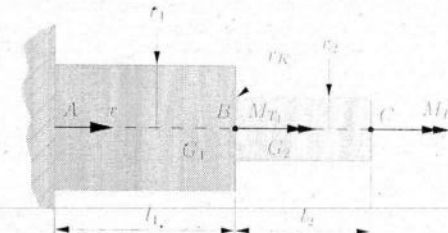

Abbildung 2.1: Einseitig eingespannte, abgesetzte Welle mit Torsionsmomenten
Die in Abb. 2.1 dargestellte Welle ist einseitig eingespannt und abgesetzt. Sie wird mit den Torsionsmomenten M_{T1} und M_{T2} belastet ($M_{T1} > 0, M_{T2} < 0$). Die Radien und Längen der beiden Abschnitte sind r_1 und r_2 bzw. l_1 und l_2 . Die Welle besteht aus Werkstoffen mit den Schubmoduli G_1 und G_2 . Der Kerbradius am Wellenabsatz ist r_K . Verwenden Sie bei allen Berechnungen ausschließlich das angegebene Koordinatensystem.
- 2.1) Bestimmen Sie für die abgebildete Welle (Abb. 2.1) die polaren Flächenträgheitsmomente I_{p1} und I_{p2} .